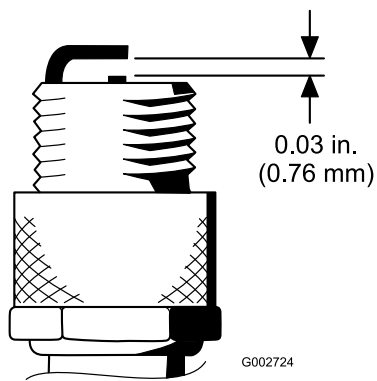

Figure 43
4. Réglez l'écartement entre les électrodes centrale et latérale à 0,76 mm (Figure 43).